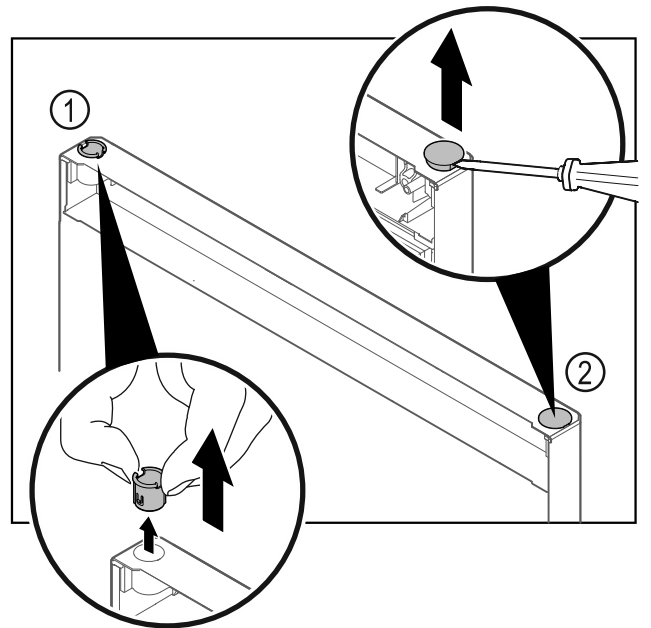

Fig. 40 冷冻区门
- ▶ 用手指拔出合页衬套 Fig. 40 (1)。
- ▶ 用带槽螺丝刀小心撬起盖塞 Fig. 40 (2)并将其拔出。